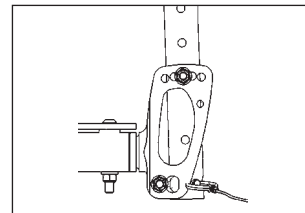

Figura 2
2. El orificio del tubo del respaldo debe estar alineado con el orificio de la pieza conectora, de manera que se pueda establecer el ángulo de respaldo deseado (Figura 2).